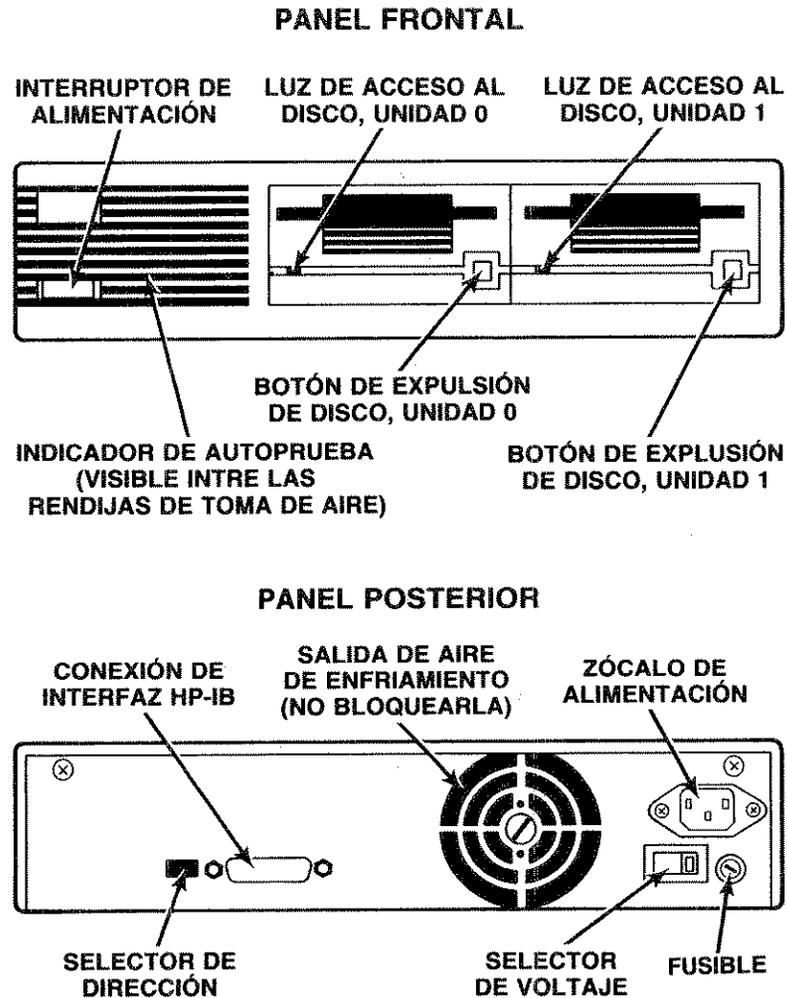

Figura 1: Frente y panel posterior de la HP 9121/9122
- Obsérvense las partes de la unidad de disco ilustradas en la figura 1.